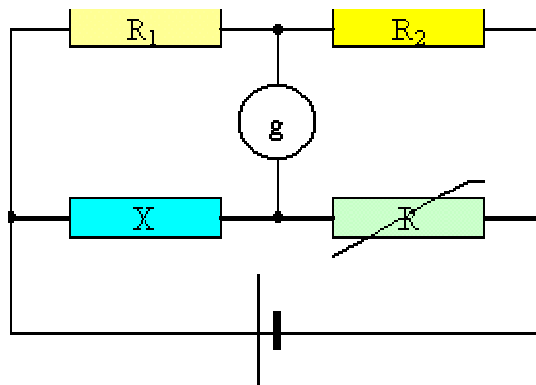

Figure 25: mesure de résistance par pont de Wheatstone
- Avec pont de Wheatstone (Figure 25) : un ohmmètre ne permet pas des mesures de grande précision. Si on désire diminuer les incertitudes, il existe de méthodes de comparaison de résistances à l'aide de ponts. Le plus célèbre est le **pont de Wheatstone**. Il faut disposer d'un **générateur** continu, d'un galvanomètre **g**, de résistances calibrées  **$R_1$**  et  **$R_2$**  et d'une résistance réglable étalonée **R**.